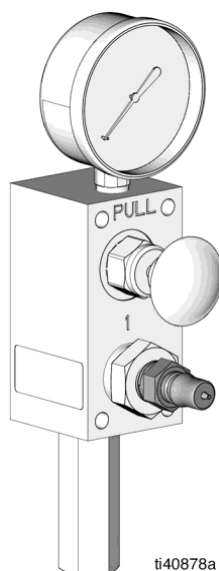

Рис. 35
- Заправьте насос смазкой через пресс-масленку (Рис. 35).
- В случае использования насоса с отсечным клапаном заправку следует выполнять в дистанционном режиме (Рис. 35).